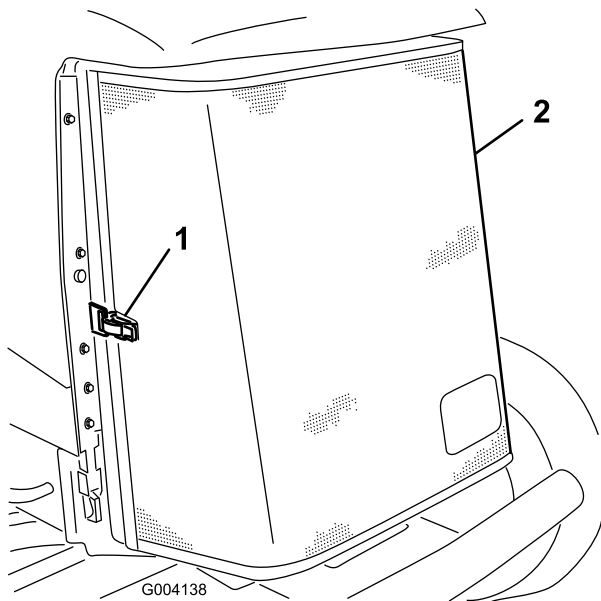

Рисунок 57
3. Откройте защелку и откиньте заднюю решетку (Рисунок 57).